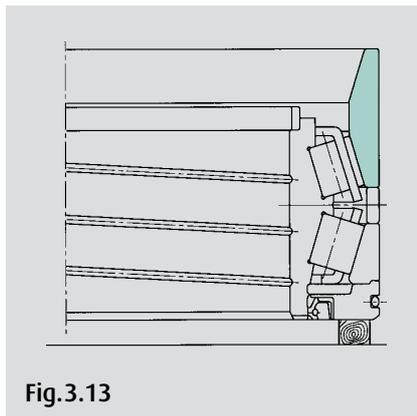
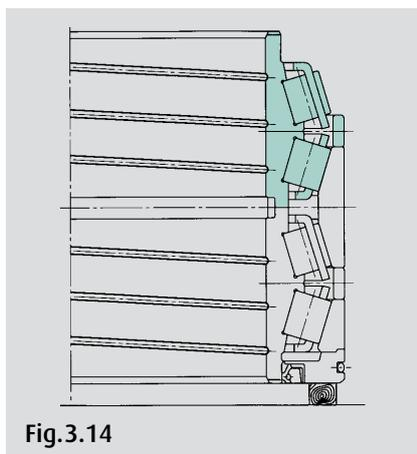

Fig. 3.13
Fig. 3.14
11. Con la marcatura B rivolta verso il basso, verificare che i numeri della posizione di carico coincidano fra loro per procedere all'assemblaggio. Montare saldamente la doppia coppa fino a quando non è ben a contatto con il distanziale. (Fig. 3.13). Applicare un velo di grasso su tutte le superfici del distanziale della coppa con la marcatura D ed effettuare il montaggio facendolo coincidere con la coppa.
13. Riempire la gabbia e il gruppo dei rulli con grasso, come descritto al punto (8).
14. Montare il cono con la marcatura E rivolta verso l'alto, ruotando nel contempo il cono. (Fig. 3.14)